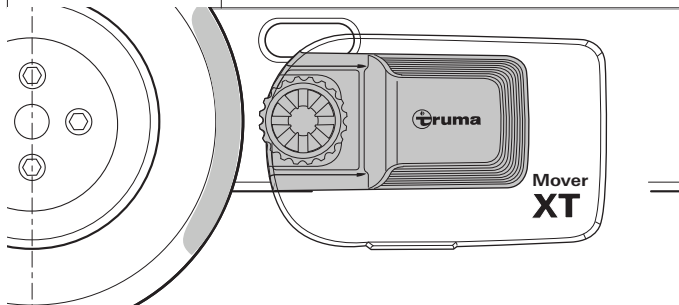

Fig. 31
- I den frakoblede position har drivrullerne på begge sider en afstand på ca. 20 mm til dækket (Fig. 31). Kontrol af den rigtige afstand mellem dæk og drivrulle, se Kapitel 6.1
- Positionsvisningen viser ikke længere et tal (Fig. 31).